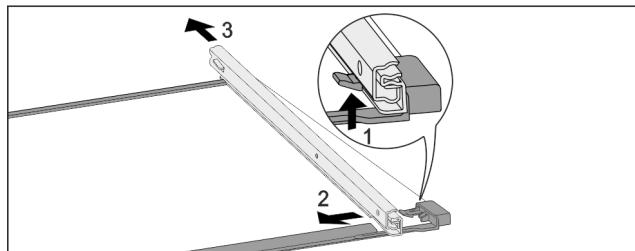

Fig. 173 Стеклянная пластина с направляющими
- ▶ Отожмите передний стопорный крючок вверх. Fig. 173 (1)
- ▶ Сдвиньте выдвижную направляющую в сторону Fig. 173 (2) и назад Fig. 173 (3).